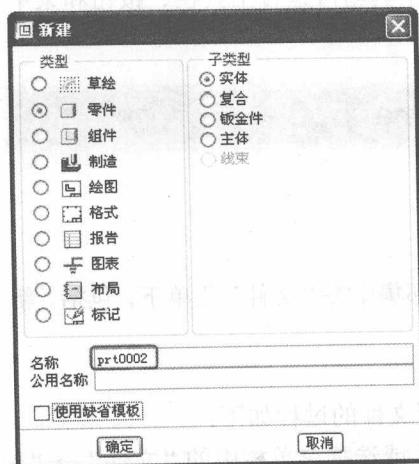

图 1-2 “新建”对话框
**01** 单击“文件”工具栏中的“新建”按钮 或选择菜单栏中的“文件”→“新建”命令，打开如图 1-2 所示的“新建”对话框。